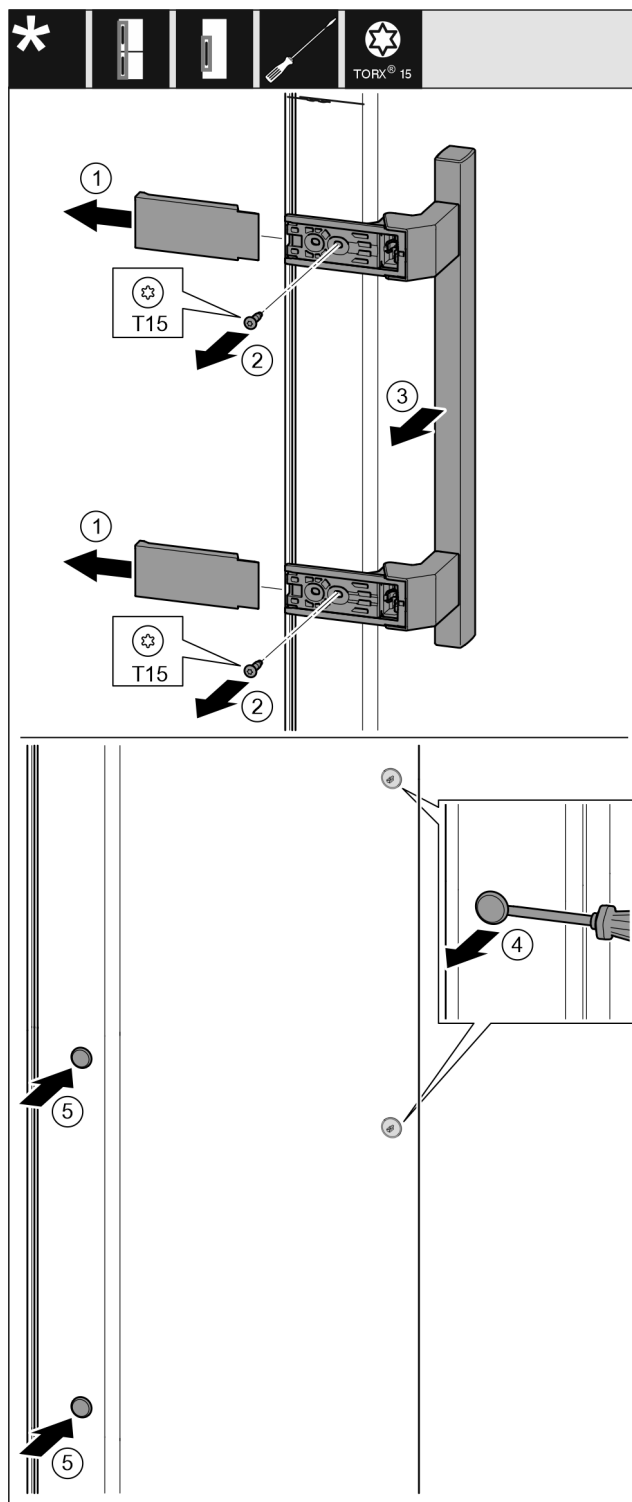

Fig. 39
- ▶ Snemite pokrov. Fig. 39 (1)
- ▶ Izvijte vijake z izvijačem T15. Fig. 39 (2)
- ▶ Snemite ročaj. Fig. 39 (3)
- ▶ S ploščatim izvijačem previdno dvignite stranski čep in ga izvlecite. Fig. 39 (4)
- ▶ Čep ponovno vstavite na drugi strani. Fig. 39 (5)